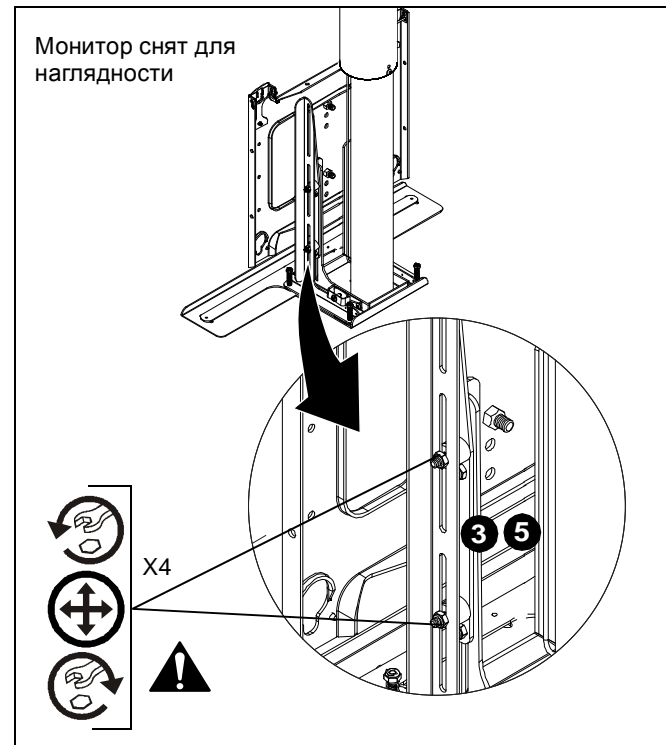

рис. 20
4. Ослабьте четыре гайки, закрепляющие левый и правый кронштейны регулировки нижней крышки на монтажном кронштейне лицевой панели. (см. рис. 20)
6. Затяните четыре гайки, чтобы закрепить кронштейн на месте. (см. рис. 20)